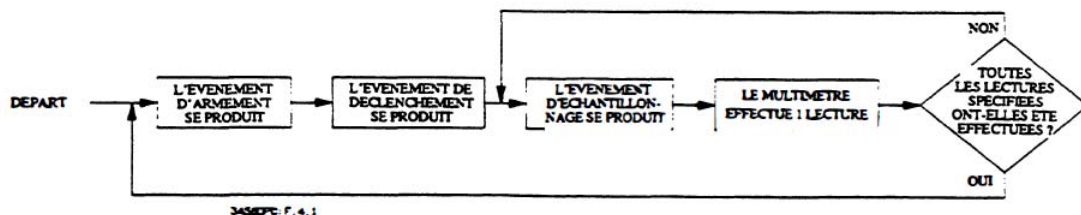

Figure 4-1 Hiérarchie des déclenchements
Avant que le 3458A puisse effectuer une lecture ou une série de lectures, trois événements distincts (1) l'événement d'armement de déclenchement, (2) l'événement de déclenchement et (3) l'événement d'échantillonnage doivent être satisfaits, et dans l'ordre indiqué. Le sous-échantillonnage (décrit dans le chapitre 5) et l'armement multiple (décrit dans ce chapitre) constituent les deux seules exceptions à cette hiérarchie de déclenchement. Comme l'illustre la figure 4-1, lorsque les trois événements se sont produits dans cet ordre, le multimètre commence la ou les mesure(s) spécifiée(s). Dans l'état de mise sous tension, l'instrument est configuré pour lire en continu (les trois événements sont en mode AUTOMatique). Dans la plupart des applications, vous n'aurez à utiliser qu'un seul ou deux de ces événements et à laisser celui ou ceux qui reste(nt) à AUTO. Cette partie décrit les différents événements qui peuvent être utilisés pour satisfaire les conditions d'armement, de déclenchement et d'échantillonnage et renferme plusieurs exemples qui illustrent l'utilisation de ces événements.